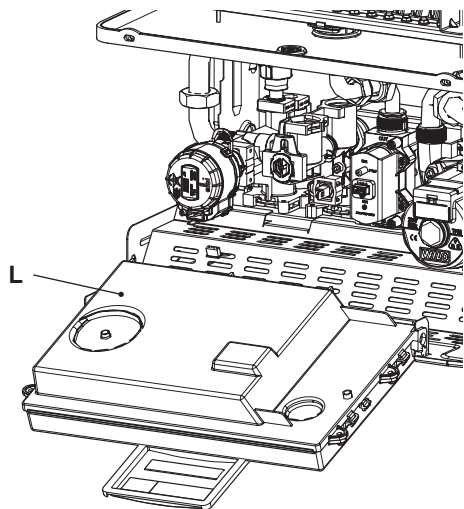

Figura 5.19
- Localice la tapa de cobertura de la bornera L (Figura 5.19), extraiga los tornillos de sujeción y ábrala.